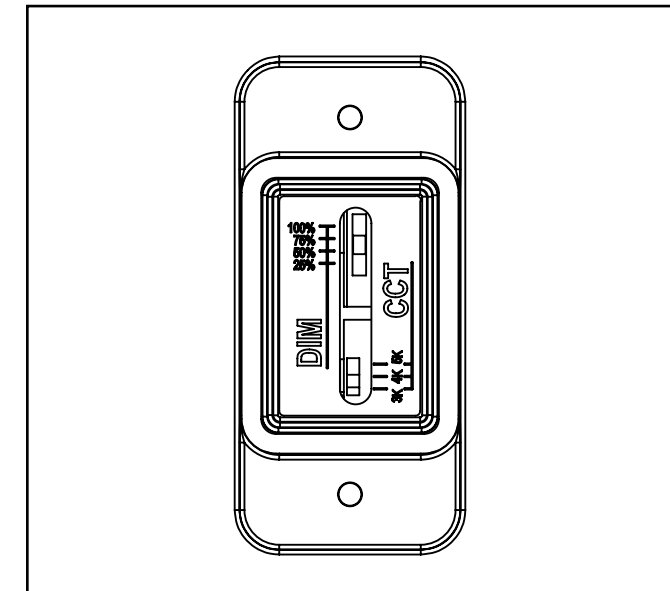

Figure 4.
Réglage de la couleur et de la puissance (Figure 4.)
- Sélectionnez la température de couleur souhaitée (3000K, 4000K ou 5000K) en faisant glisser le levier du commutateur. (Figure 4)
- Sélectionnez le niveau de luminosité souhaité (100/75/50/25%) en faisant glisser le levier de l'interrupteur. (Figure 4)